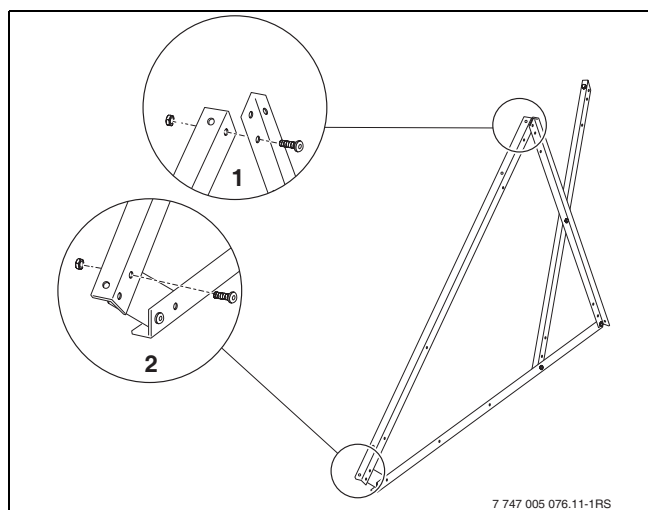

Fig. 18 Monter le rail de support-capteur
- ▶ Visser les rails de support-capteur en haut au rail de support-ballon (fig. 18, [1]) et en bas à l'appui [2].